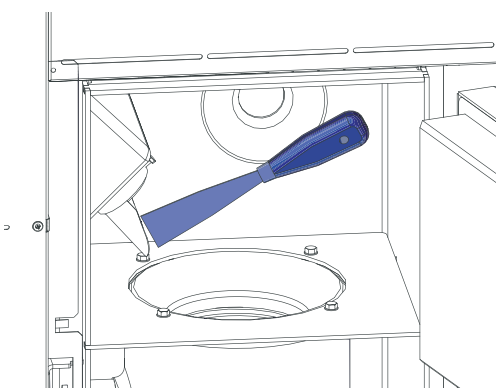

Fig. 51 Fallrinne reinigen
- ▶ Bei Bedarf Fallrinne mittels Spachtel innen reinigen – Fig. 51.